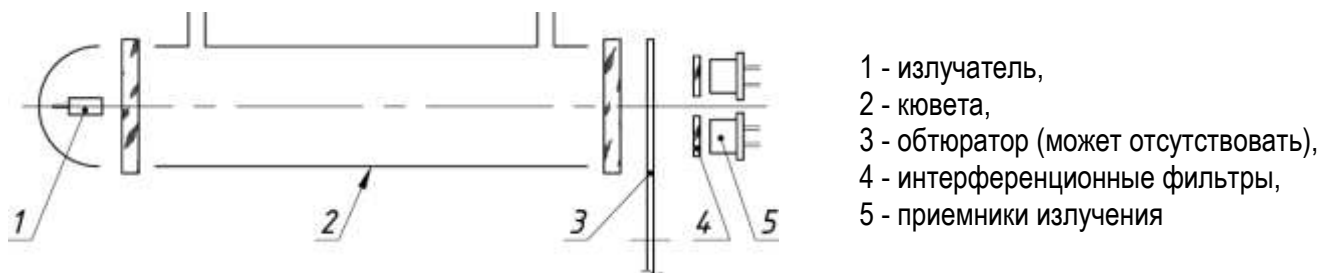

Рис.2. Схема оптическая
1.4.3. Блок оптический содержит излучатель, измерительную кювету, пироэлектрические приемники излучения с интерференционными фильтрами (рис.2).